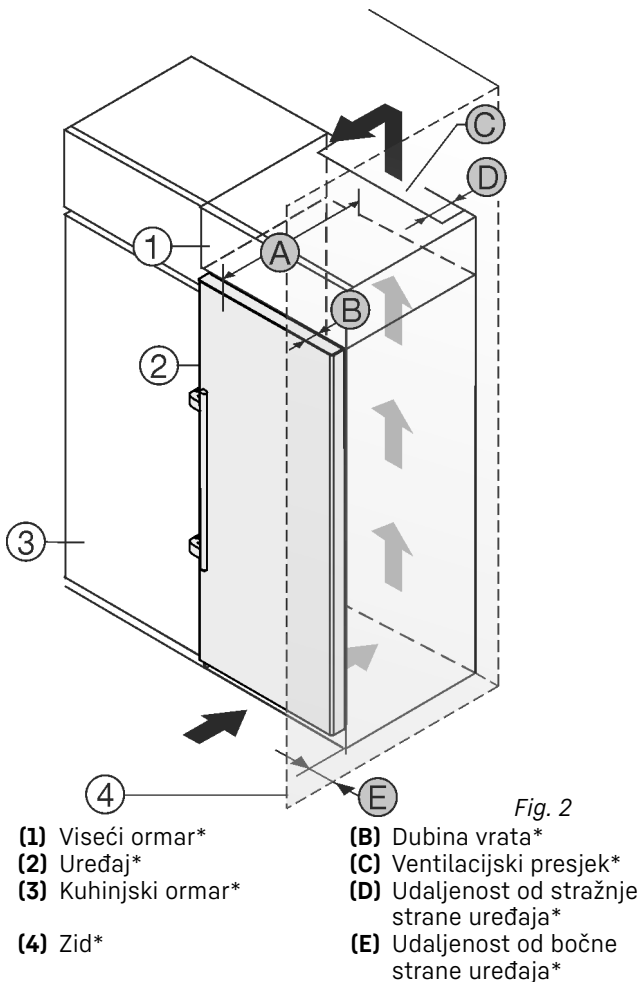

Fig. 2
Uređaj se može postaviti direktno uz kuhinjski element Fig. 2 (3)*.
Na stražnjoj strani visećeg ormara treba postojati otvor za odzračivanje dubine Fig. 2 (D) po cijeloj širini visećeg ormara.*
Ispod stropa prostorije treba poštovati ventilacijski presjek Fig. 2 (C)*.
Kada se uređaj postavlja s okovima pored zida Fig. 2 (4), razmak između uređaja i zida mora iznositi najmanje 57 mm. To odgovara stajanju ručice kod otvorenih vrata.*
Kako biste vrata mogli potpuno otvoriti, uređaj mora biti za dubinu vrata Fig. 2 (B) ispred u odnosu na prednjicu kuhinjskog elementa. Ovisno o dubini kuhinjskih elemenata Fig. 2 (3) i uporabi zidnih odstoynika, uređaj može i dalje stršati.*